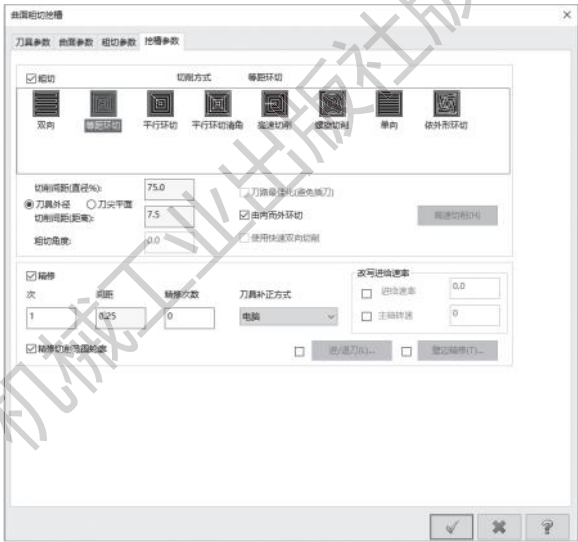

图 6-10 挖槽参数设置
5) 打开【挖槽参数】选项卡，选择切削方式为【等距环切】，设置【切削间距（直径 %）】为 75%。勾选【精修】选项，设置【次】为 1，【间距】为 0.25mm，其余参数默认设置，如图 6-10 所示。